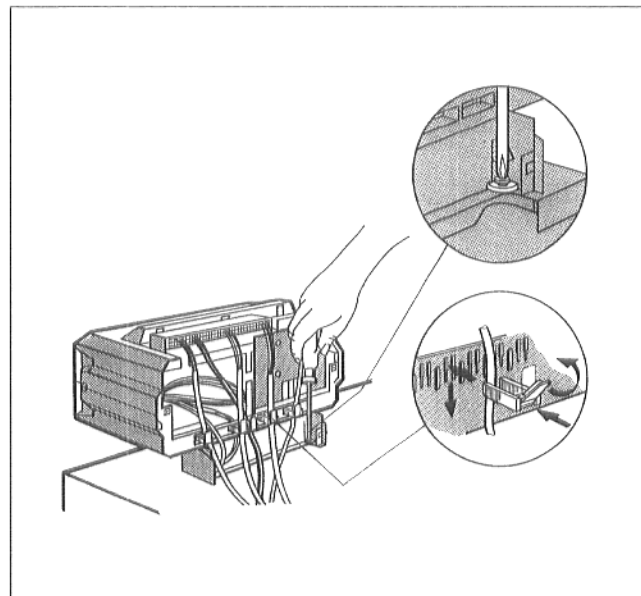

Abb. 16 – Prinzipabbildung
- Sockel des Regelgerätes innen rechts und links im Kabeldurchgang mit 2 Blechschrauben auf der vorderen Kesselhaube anschrauben (Abb. 16).
- Alle Leitungen mit Kabelschellen sichern: Kabelschelle mit eingelegter Leitung von oben in die Schlitzze des Schellenrahmens einsetzen; der Steg des Hebels muß dabei nach oben zeigen. Kabelschelle herunterschieben und gegendrücken. Hebel nach oben umlegen (Abb. 16).